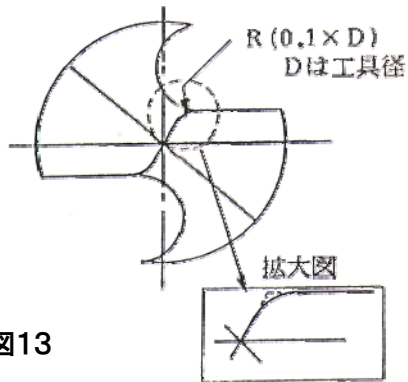

図13
- まず、図 13 に示すように、シンニング刃と主切刃部の交差部のエッジをダイヤモンドヤスリを用いてR状に丸めます。